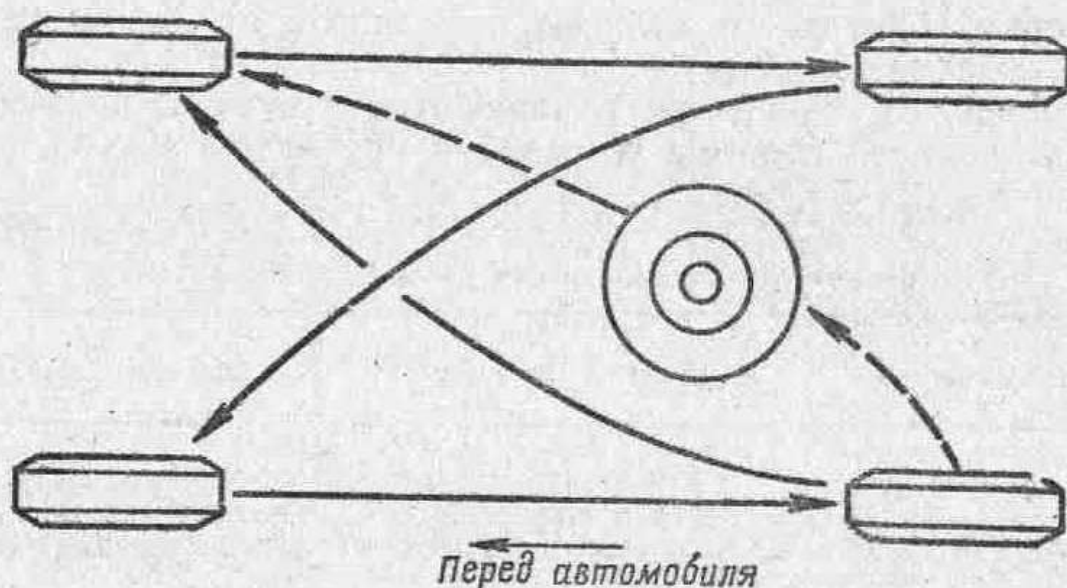

Рис. 75. Схема перестановки колес
11) во избежание неравномерного износа протектора через каждые 6 тыс. км пробега переставляйте колеса, как указано на схеме (рис. 75);